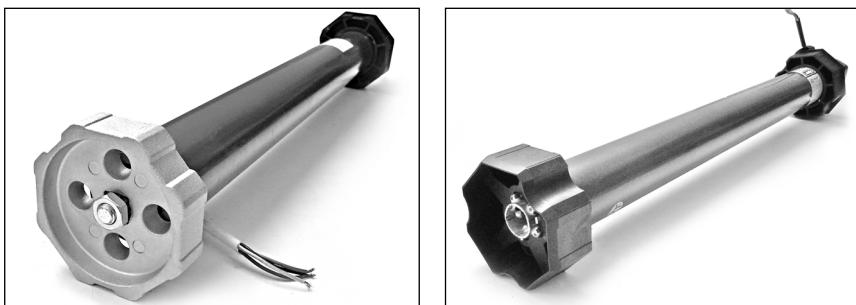

Рис.2.1 Установка адаптера и кольца конечного положения.
- 2.1.** Установить на электродвигатель кольцо конечного положения и адаптер. Зафиксировать адаптер (рис.2.1).